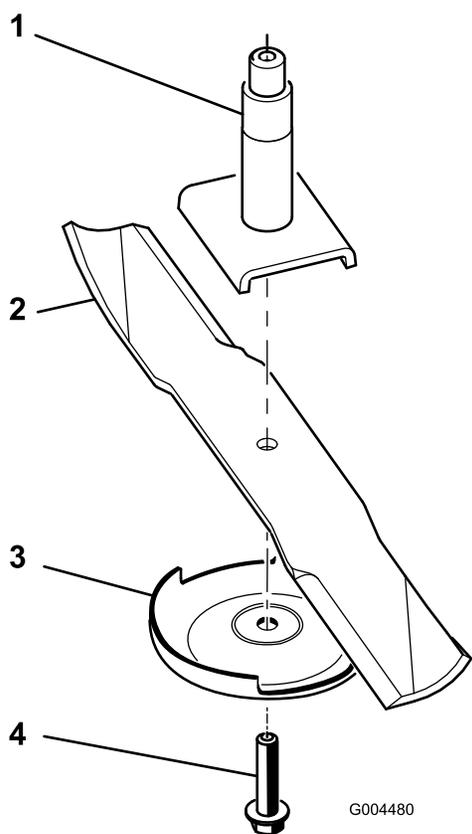

図 74
2. ブレードボルトを右に回してボルトを外す 図 74。
3. スピンドルのシャフトから芝削り防止プレートとブレードを取り外す 図 74。